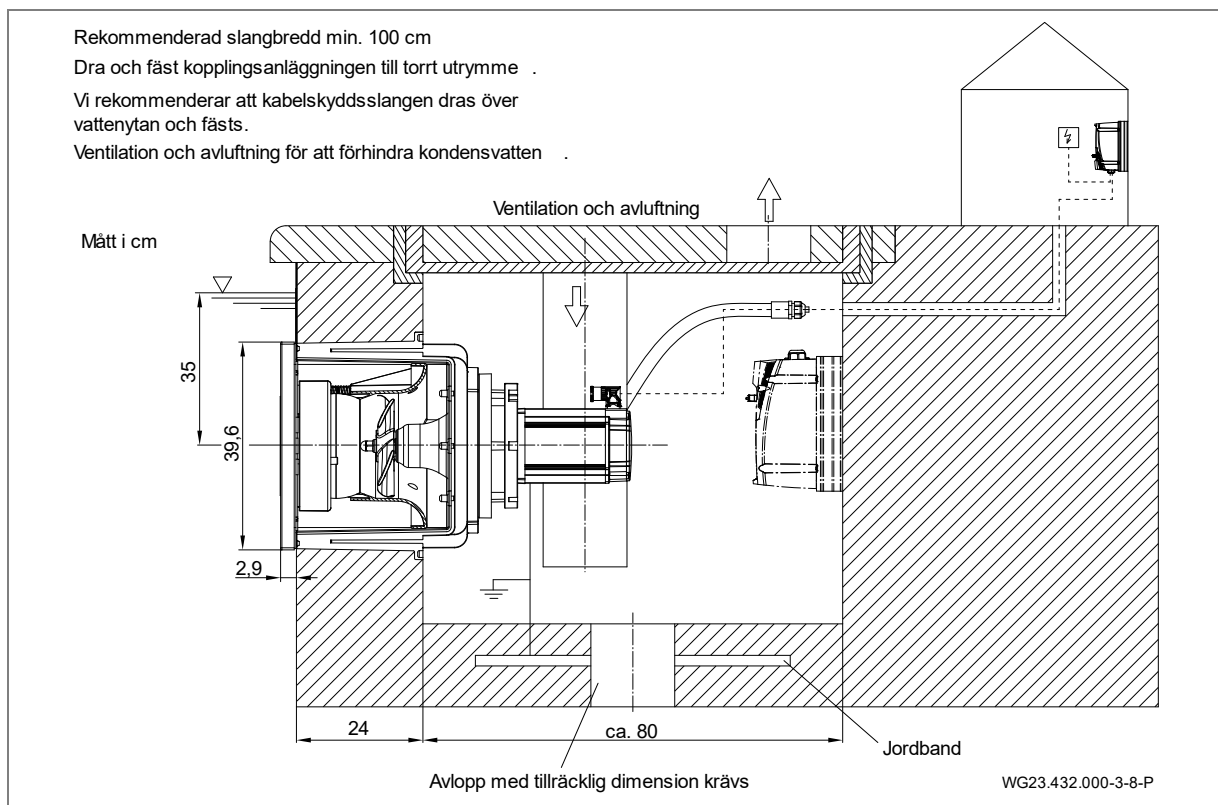

Bild 17
1. Avfetta anslutningsmuffarna (d, (Bild 17)) på plasthöljet (1) och anslutningsbussningen från kabelskyddsslangen (12) med PVC-U/ABS-rengöringsmedel.
Anläggningen ska placeras i ett schakt som angränsar till poolkanten. I uppställningsrummet måste det finnas en problemfri ventilation och avluftning och tillräckligt markavlopp. Det måste finnas möjlighet att fästa kabelskyddsslangen (helst ovanför vattennivån). I schaktet måste det finnas en anslutning till en potentialutjämning. Se "Bild 17" på sida 22.